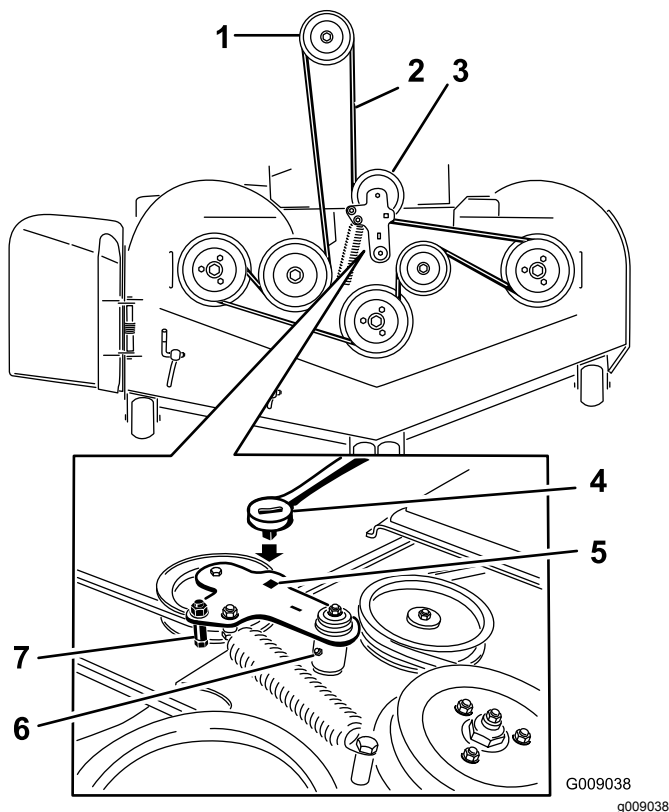

Bild 84
7. Setzen Sie eine Ratsche in das rechteckige Loch im Spannarm ein, um die Spannung an der Spannscheibenfeder zu lösen (Bild 84).
9. Nehmen Sie die Riemenschutzvorrichtung am gefederten Spannarm ab (Bild 84).
11. Verlegen Sie den neuen Riemen um die Mähwerk- und Bremsspannscheiben unter dem Motor (Bild 84).
12. Legen Sie die Riemenführung auf den Spannarm (Bild 84).
13. Setzen Sie die Spannscheibenfeder mit der Ratsche im rechteckigen Loch ein (Bild 84).